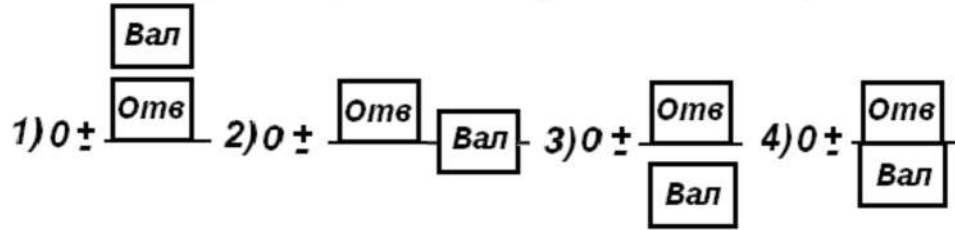

Рис. 1.21. Поля допусків до запитання 39
39. На якій схемі (рис. 1.21) показана перехідна посадка у системі отвору?